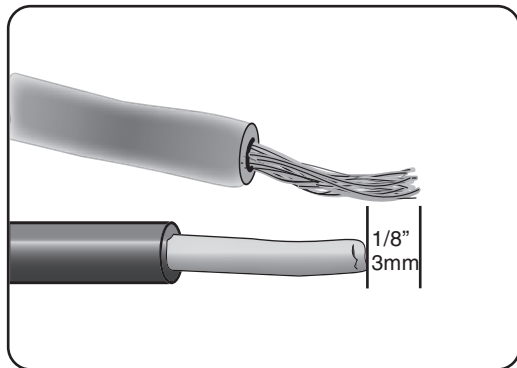

Ilustración 30
- Extienda los cables de conductores trenzados en la lavadora que miden 1/8" (3 mm) fuera del cable de alimentación eléctrica con conductores sólidos (o enterizos), como muestra la **Ilustración 30**.
- 2 Introduzca los tornillos como muestra la **Ilustración 30**. Dele vuelta al tornillo en el sentido del reloj para aumentar la tensión del resorte.